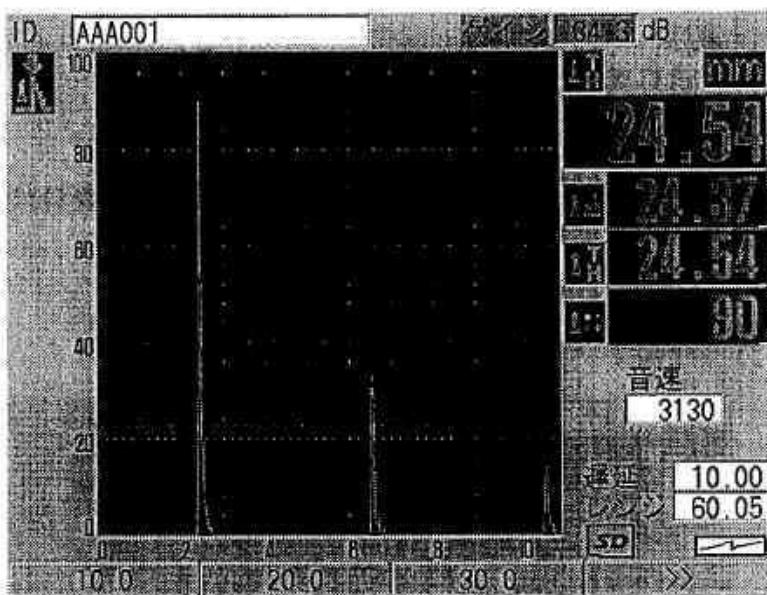

図 4-3 フルスクリーン表示
- 測定値表示領域の下に有効なパラメータ領域が表示されます。この表示モードでは恒常的には表示されないパラメータを選択すると、そのパラメータがこの表示領域に表示されます。29ページ図4-3にあるスクリーンショットの場合には、音速設定はここに表示されます。